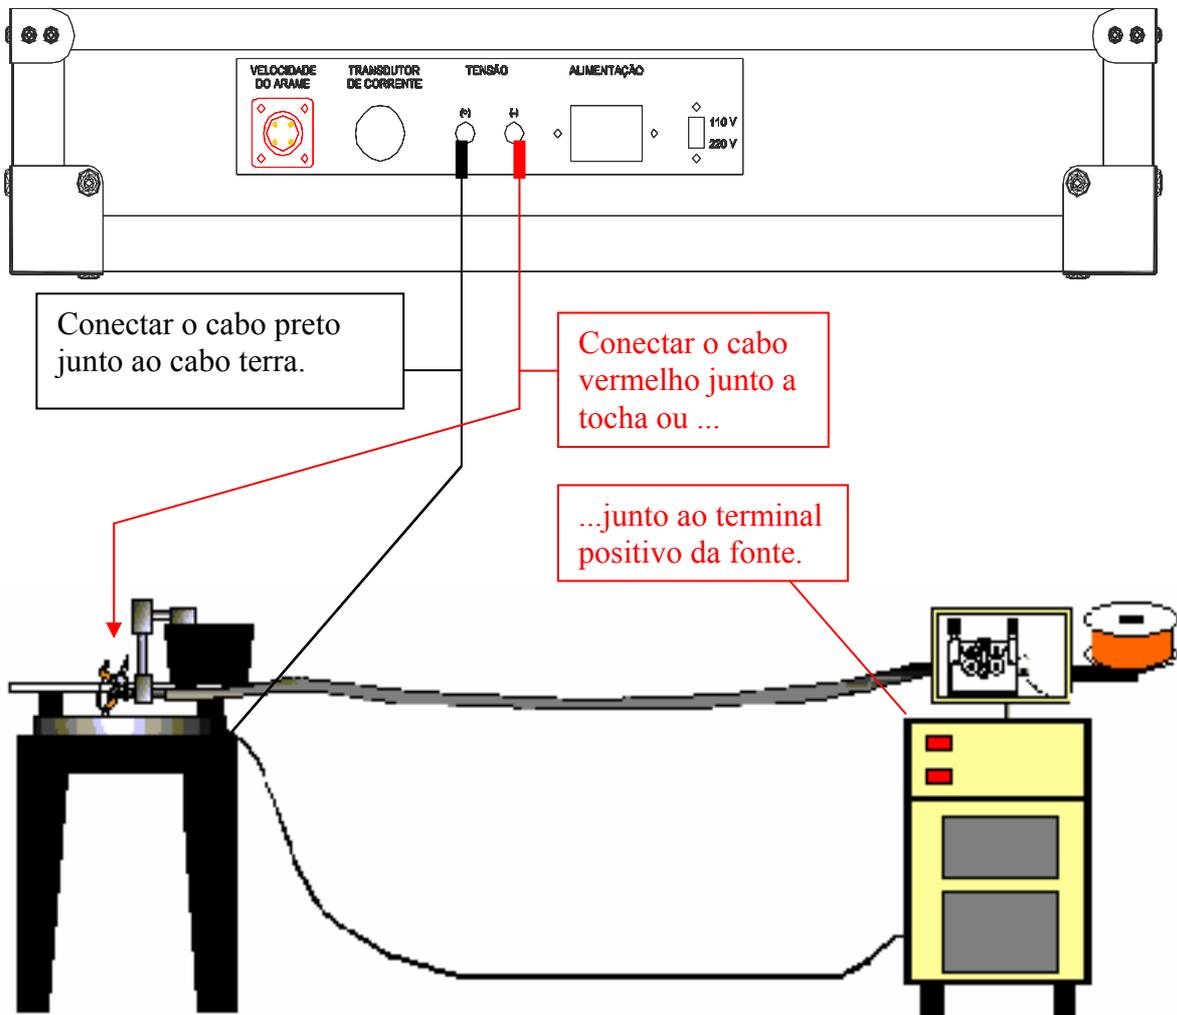

Fig. 4: Conexões para aquisição de tensão.
**3.3.1 - Conexões da tensão:** utilizando os cabos que acompanham o instrumento, fazer as conexões conforme indica a Fig. 4. Quanto mais próximo do arco forem as conexões, mais real será o sinal obtido